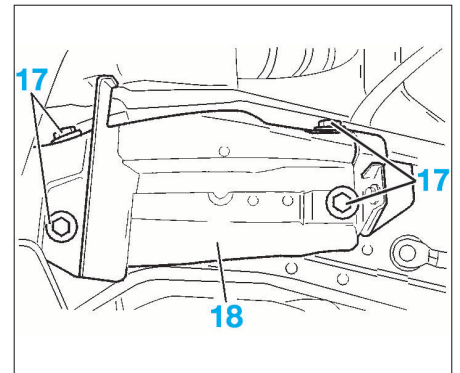

FIG. 91
- les vis de fixation du support de cale élastique (17) (Fig.91),
- le support de cale élastique (18),